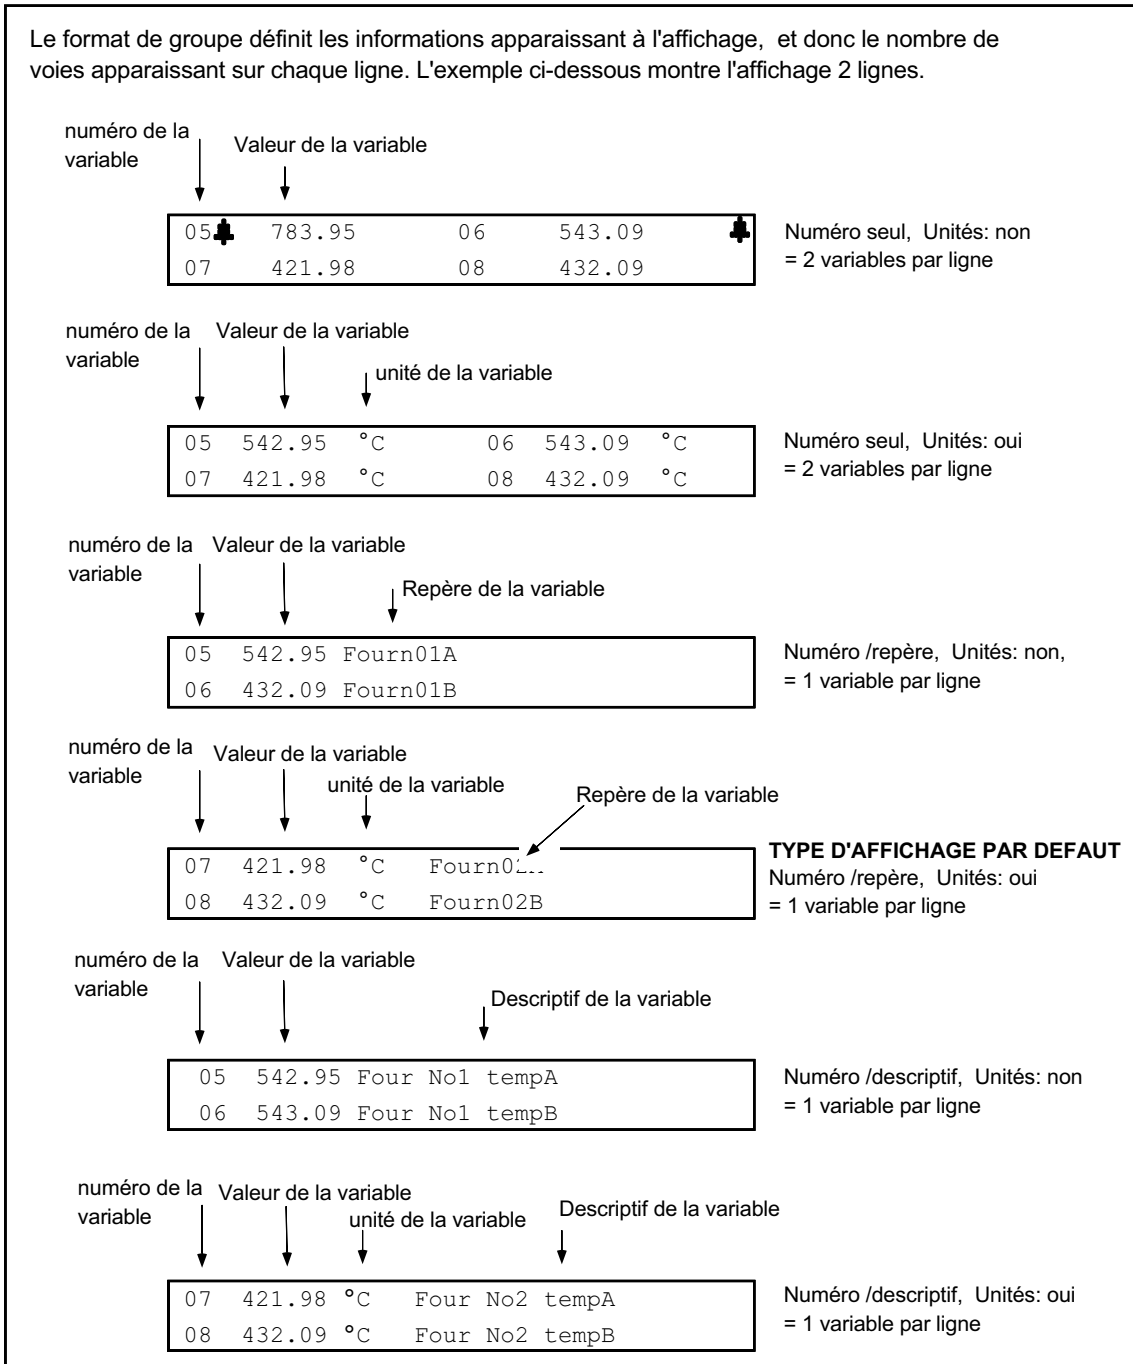

Figure 3.2.1a Modes de représentation numérique
- MODE** L'appui sur cette touche appelle la page de sélection de groupes et de mode d'affichage. Voir figures 3.2.1a/b/c pour les différentes possibilités de représentation.
- Numérique** Jusqu'à 2 voies peuvent être affichées simultanément sur chaque ligne, suivant le format sélectionné pour le groupe. Ce format de groupe (section 4.5) définit si les unités, les repères ou descriptifs doivent apparaître à côté de la valeur de la voie, et donc, le nombre de voies qu'il est possible de faire apparaître (figure 3.2.1a).